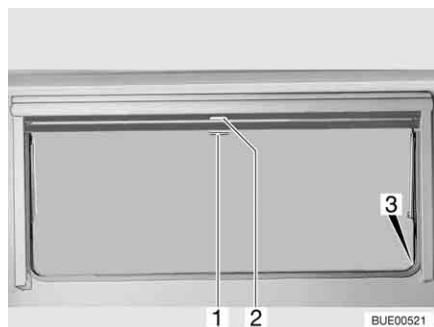

Fig. 67 Fenêtre projetante
- Tirer le store occultant vers le bas en le maintenant par la poignée (Fig. 67,2). Lorsque le store occultant est complètement fermé, l'accrocher des deux côtés du cadre de la fenêtre dans le dispositif de blocage (Fig. 67,3).
- Lorsque le store occultant est complètement fermé : Appuyer sur la poignée (Fig. 67,2) vers le bas tout en la tirant légèrement vers l'intérieur. Décrocher à droite et à gauche le store occultant du dispositif de blocage du cadre de la fenêtre.
- Si le store occultant se trouve dans une position intermédiaire : Tirer la poignée (Fig. 67,2) vers le bas jusqu'à ce que le dispositif de blocage se débloque.
- Tirer la moustiquaire par la poignée (Fig. 67,1) vers le bas et l'accrocher des deux côtés sur le cadre de la fenêtre dans le dispositif de blocage (Fig. 67,3).
- Appuyer sur la poignée (Fig. 67,1) vers le bas tout en la tirant légèrement vers l'intérieur. Décrocher à droite et à gauche la moustiquaire des dispositifs de blocage du cadre de la fenêtre.